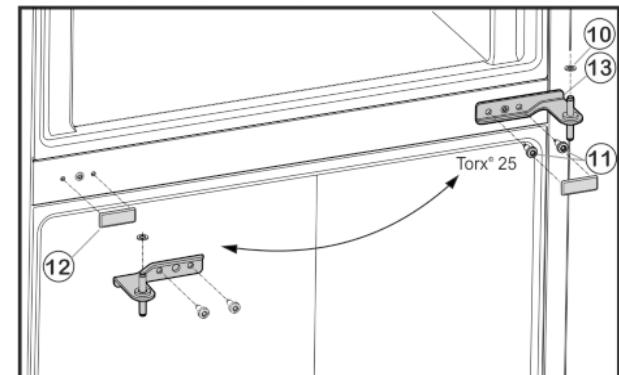

Fig. 6
- ▶ Vyskrutkujte upevňovacie skrutky Fig. 6 (11) (2x Torx® 25) a ložiskovú konzolu v strede vytiahnite zo spodných dverí.
- ▶ Odoberete plastovú podložku Fig. 6 (10).
- ▶ Krytku Fig. 6 (12) opatrné odoberte.
- ▶ Krytku Fig. 6 (12) znova nasadte na opačnú stranu.
- ▶ Ložiskovú konzolu v strede Fig. 6 (13) otočenú o 180° nasadťte do spodných dverí a pomocou upevňovacích skriatiek Fig. 6 (11)(2x Torx® 25) ju znova pevne naskrutkujte na novú stranu závesu (**4 Nm**).
- ▶ Opäť nasadťte plastovú podložku Fig. 6 (10).
- ▶ Vrchné dvere nasadťte na ložiskovú konzolu v strede Fig. 6 (13).